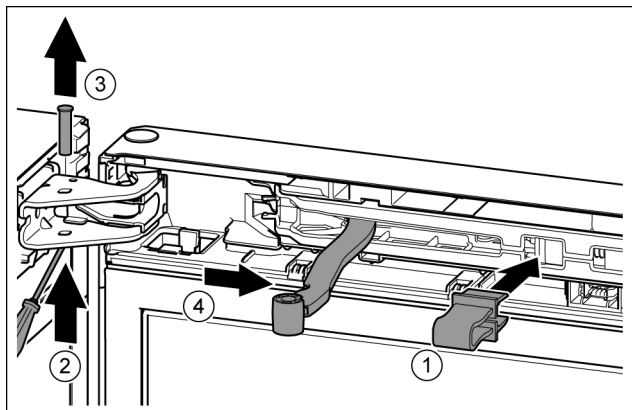

Fig. 10
- Фиксирайте предпазителя в отвора. *Fig. 10 (1)*
- С отвертката избутайте болта. *Fig. 10 (2)*
- Извадете болта нагоре. *Fig. 10 (3)*
- Завъртете шарнира в посока към вратата. *Fig. 10 (4)*